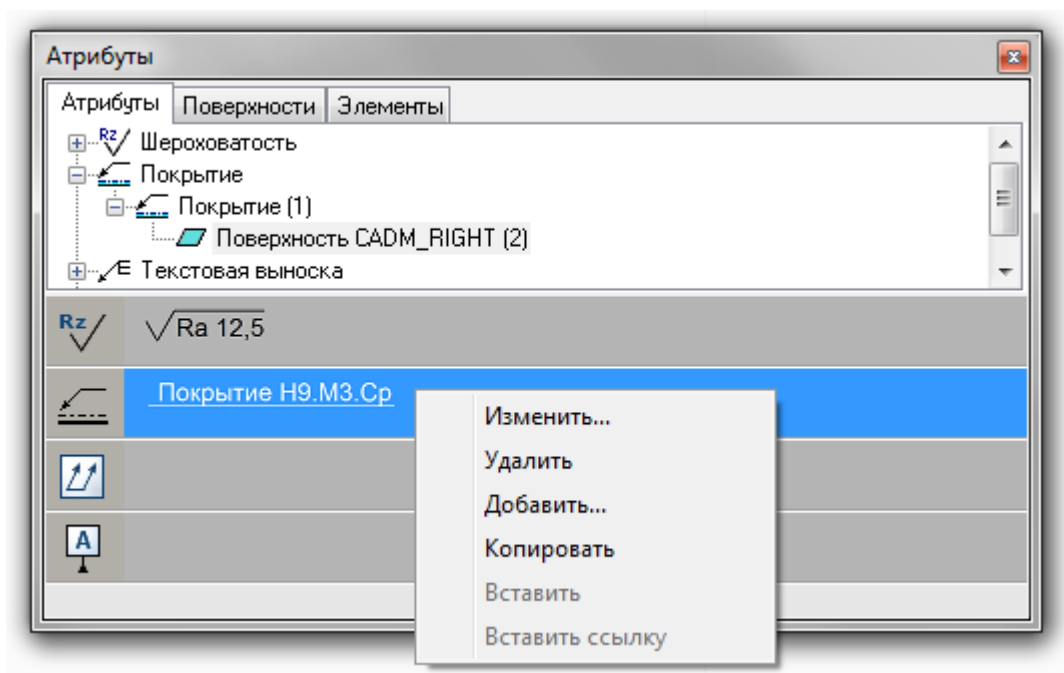

Рисунок 6-8
1. Выбрать элемент оформления во **Все атрибуты** или **Атрибуты поверхности** и вызвать команду **Копировать** в контекстном меню (по правой клавише мыши) (Рисунок 6-8).